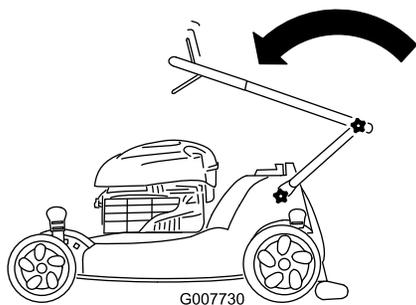

Bild 55
2. Klappen Sie den oberen Bügel nach vorne, siehe Bild 55.